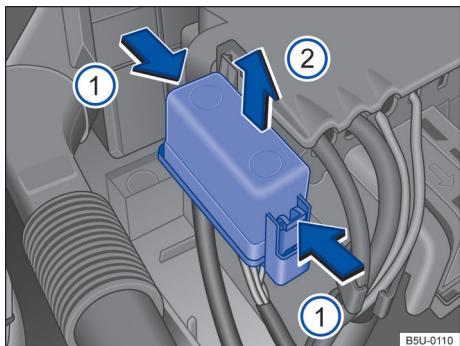

Fig. 117 No compartimento do motor: cobertura da caixa de fusíveis.
- Pressionar as travas no sentido da seta → Fig. 117 ①, para destravar a cobertura da caixa de fusíveis.
- Remover a cobertura por cima, no sentido da seta ②.
- Para a instalação, colocar a cobertura sobre a caixa de fusíveis. Pressionar a cobertura para baixo, no sentido contrário da seta ②, até que trave de forma audível.